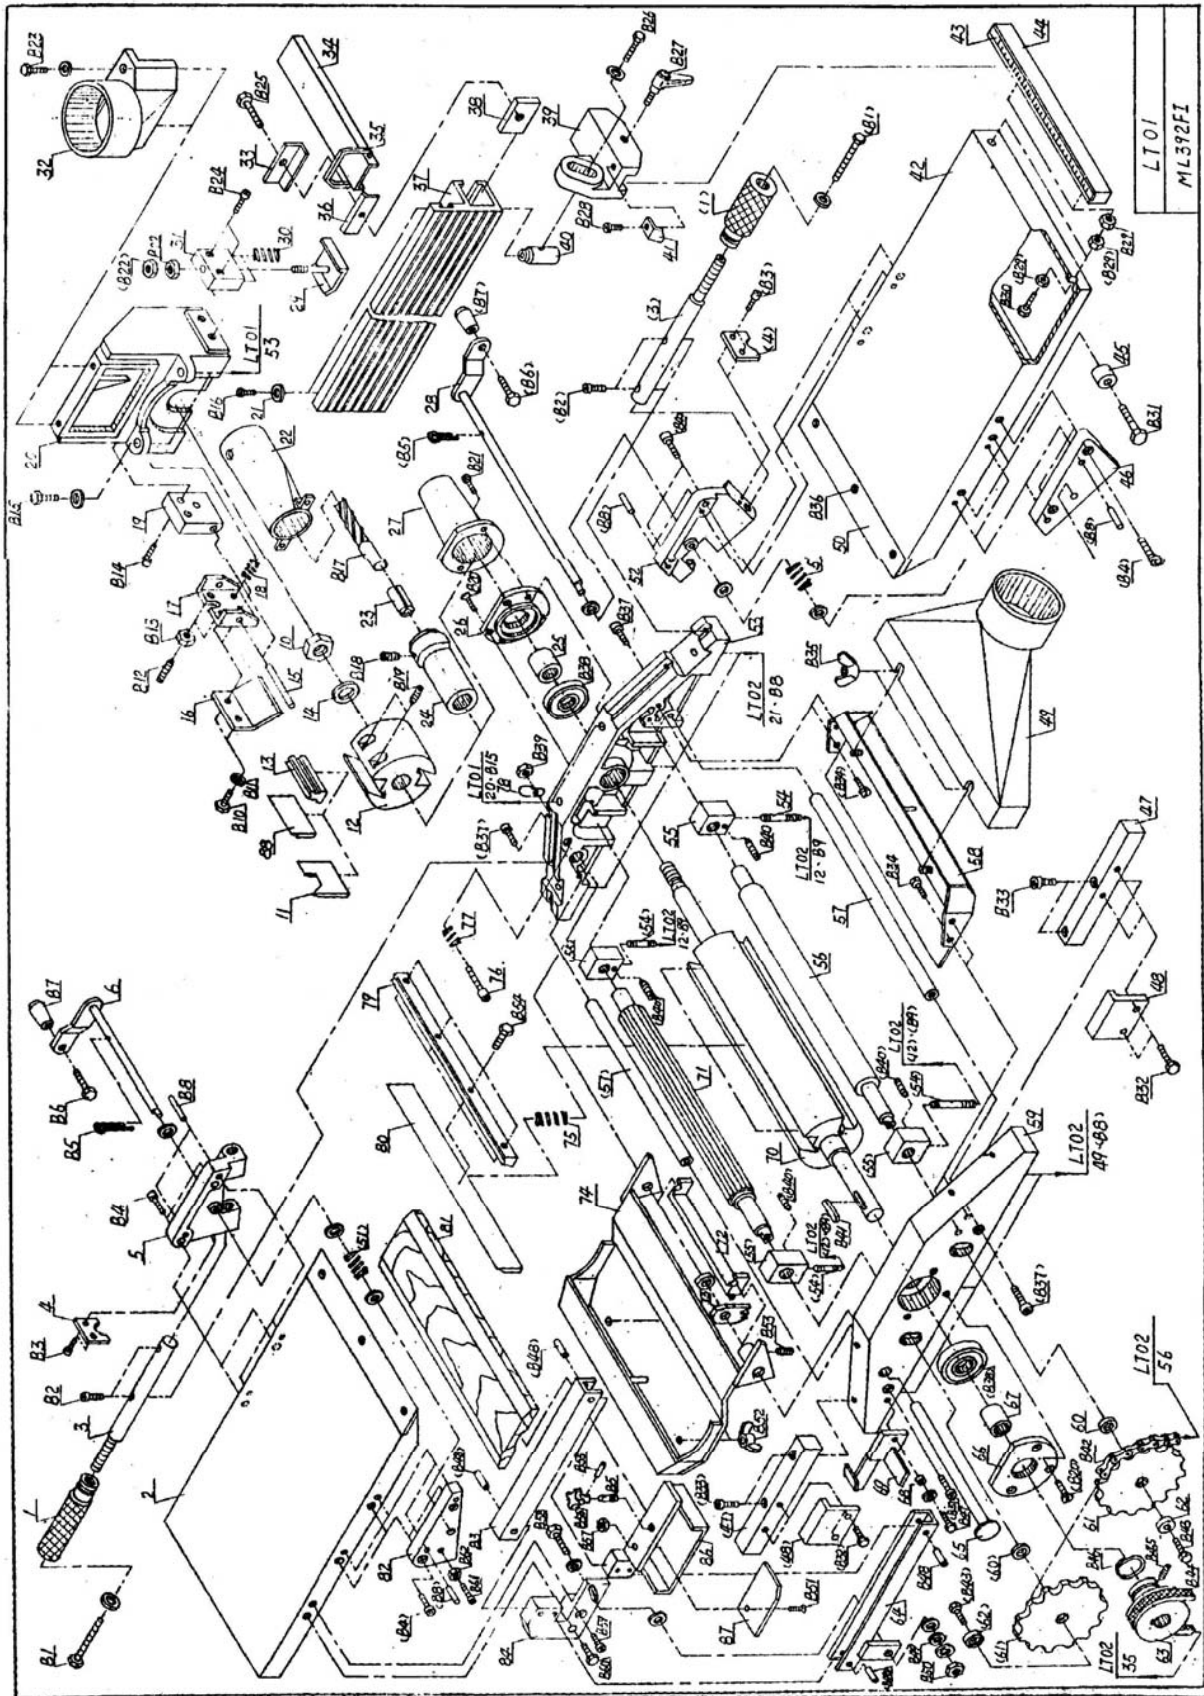

Рис.18
- ослабьте фиксацию ручки (49). Рычагом (50), Рис.18, установите на необходимую высоту пильный диск (18), Рис.2, зафиксируйте положение ручки (49);